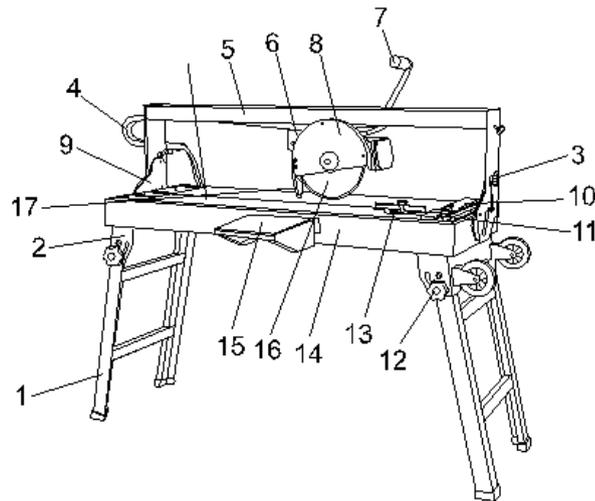

Рис.1
Установите и закрепите рукоятку (7) (рис.1) на каретке (6) (рис.1).
Установите дополнительный стол (15) (рис.1) на поддоне (14) (рис.1). Винтом отрегулируйте наклон дополнительного стола до совмещения с плоскостью рабочего стола.
Установите и закрепите транспортировочные рукоятки из комплекта на поддоне (14) (рис.1).
- установите фильтр на насос, а затем зафиксируйте насос в кронштейнах поддона (14) (рис.1);
- снимите крышку кожуха диска (8) (Рис.1), отвернув винты его крепления;
**ПРИМЕЧАНИЕ!** Направление вращения диска (указано на самом диске) должно совпадать с направлением вращения шпинделя (указано на защитном кожухе (8) (рис.1)).
- установите на место крышку кожуха 8 (Рис.1).